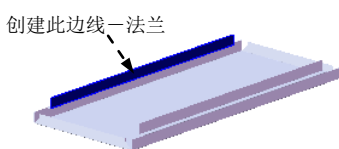

图 17.9.24 创建边线—法兰 8
Step9. 创建图 17.9.24 所示的边线—法兰 8。详细操作步骤参见上一步。